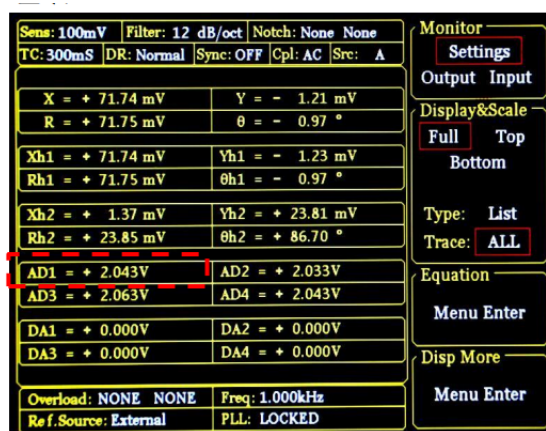

图 4: 变容二极管反偏电压测量值
- (1) 在实验箱面板接上待测二极管，按照原理图连接好线路
- (2) 在 OE1022 的 REF PHASE 菜单下，Ref. source 选择 Internal，Ref. frequency 设置为 10.000kHz，SINE OUT 设置为 0.010Vrms (0.028Vpp)；
- (3) 用 BNC-BNC 信号线连接 OE1022 的“SINE OUT”接口与教学实验箱本实验框图中的“ $V_{in}$ ”接口；
- (4) 用 BNC-BNC 信号线连接教学实验箱本实验框图中的“Vout”接口与 OE1022 的“A/I”接口；
- (5) 此时，可以用 OE1022 直接测量反偏直流电压点 DC-Vt 电位。操作方法为用 BNC-BNC 信号线连接 DC-Vt 接口与 OE1022 后面板的 AUX IN 1 接口，在 OE1022 的 DISPLAY 菜单下，Display&Scale 选择 Full，Type 设置为 List。此时可以从 OE1022 显示屏读取 AD1 的电压值，即是反偏直流电压点 DC-Vdiode 电压，如图4所示，然后调节电位器使得反偏直流电压点 DC-Vdiode 置零；